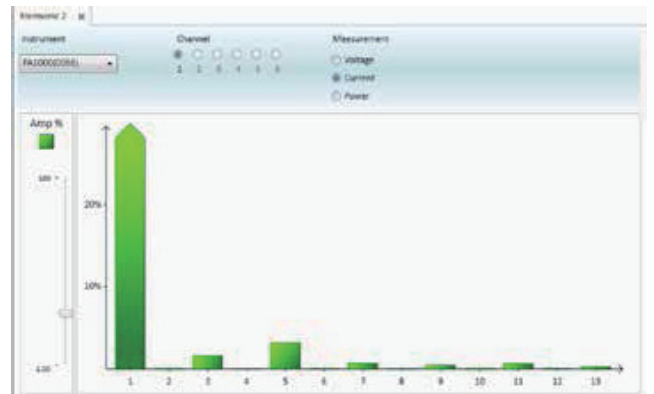

图 7. 谐波柱状图。
- 还可以以图形方式查看结果。如果想显示图表和图形，单击 Graphs 标签。从这里，选择 Harmonic(谐波) 或 Waveforms(波形)，以图形方式查看数据。图 7 显示了柱状图实例。